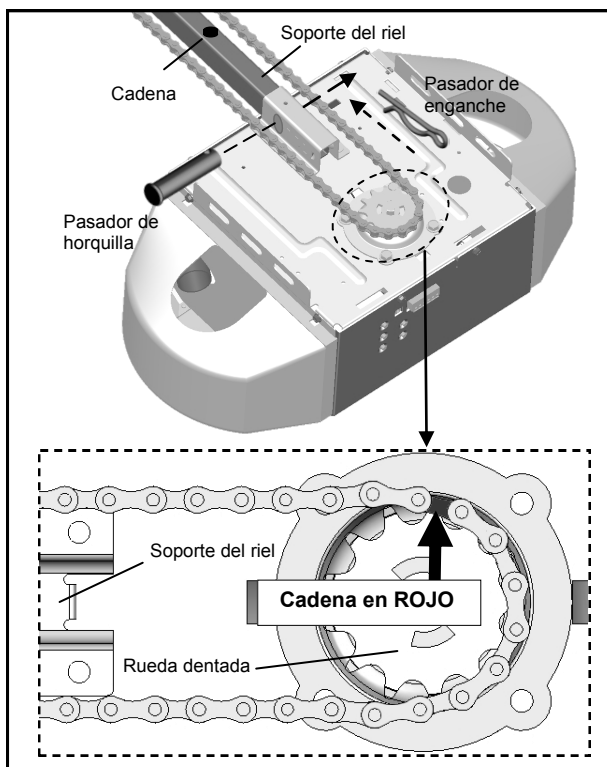

Fig.1
2. Se observará un segmento de la cadena marcado con ROJO. Coloque este segmento en la ubicación aproximada sobre la rueda dentada, como se muestra en la Fig. 1.